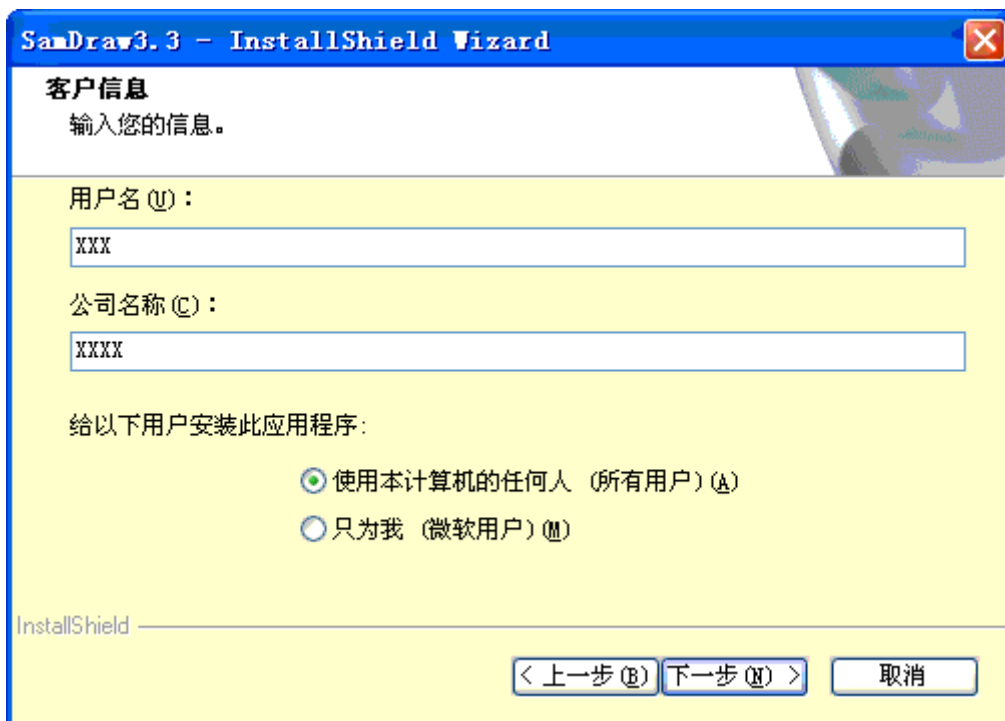

图 2-5 客户信息界面
- 用户可以填写自己的个人或公司信息，也可以选择默认设置，然后点击下一步，如图 2-5 所示：